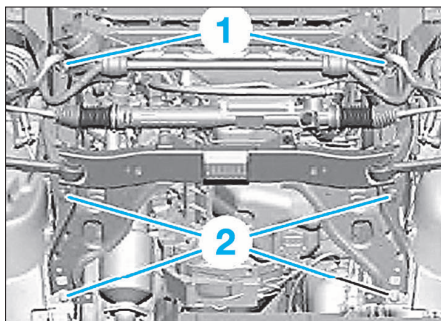

FIG. 14
- Déposer les vis (1) et (2) (Fig.14).
- d'abord serrer les vis (1) puis les vis (2) (Fig.14)